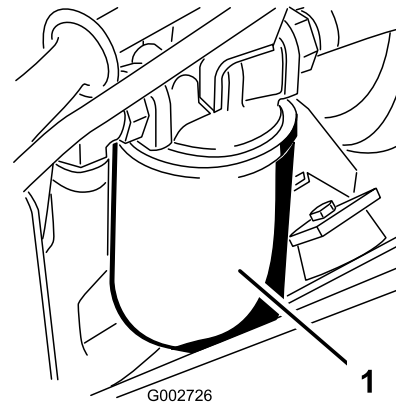

Figure 40
3. Placez un bac de vidange sous le filtre à huile hydraulique situé du côté gauche de la machine (Figure 40).